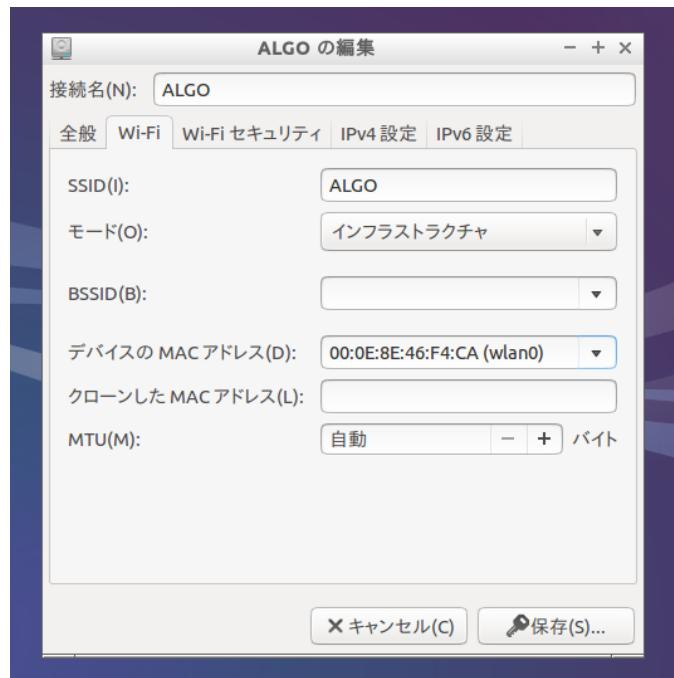

図2-4-6. 無線 LAN 設定画面
- ③ 図2-4-6のような設定画面が起動します。接続しているネットワークの環境に合わせた設定を行ってください。